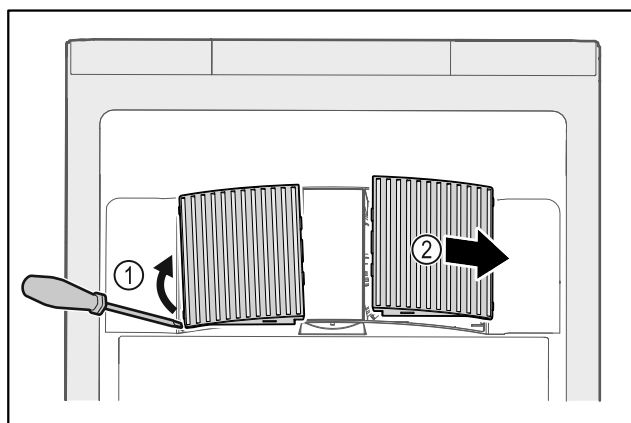

Fig. 131
- Ventilatorabdeckungen vorsichtig von der Seite heraushebeln Fig. 131 (1) und nach vorne abnehmen Fig. 131 (2).